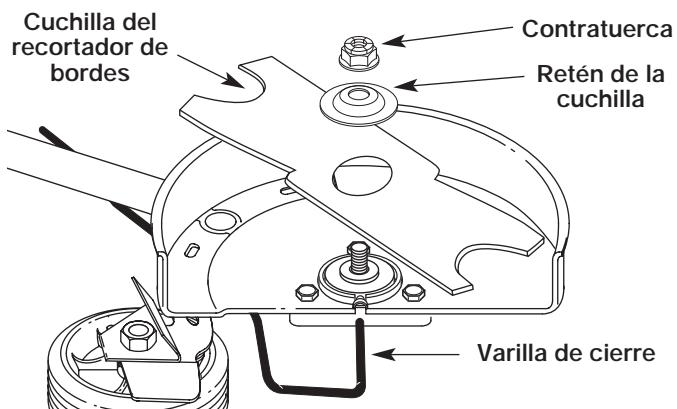
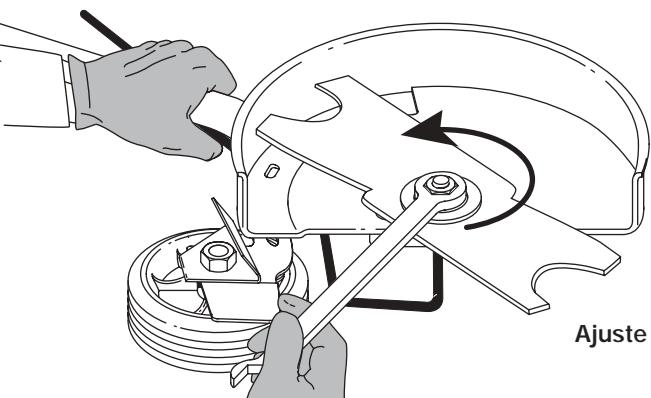

Fig. 10
Fig. 11
4. Instale la nueva cuchilla, el retén de la cuchilla y la tuerca (Fig. 10). Inserte la varilla de cierre a través de la ranura en el orificio del eje de salida. Verifique que la cuchilla permanezca plana contra el eje de salida mientras ajusta la contratuerca **en sentido antihorario** (Fig. 11).
5. Si tiene una llave de torsión, ajuste la tuerca a **325-335 pulg.·libras (37-38 N·m)**, mientras sostiene la varilla de cierre en la ranura. Si no tiene una llave de torsión, sostenga la varilla de cierre en la ranura. Gire la tuerca **en sentido antihorario** con una llave de boca cerrada de 5/8 pulgadas o de casquillo, hasta que la tuerca presione contra la arandela y la cuchilla esté bien ajustada. Verifique que el ensamblaje de la cuchilla esté bien instalado, luego gire la tuerca **1/4-1/2 vuelta** más (Fig. 11).